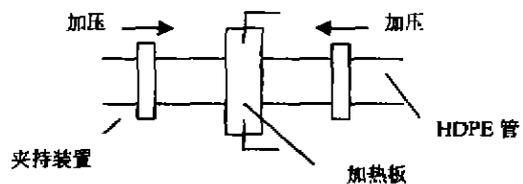

图4 预加热示意图
4.2.2 调整好加热板的温度,以一定的加热压力使PE管两端面均匀受热(如图4)。